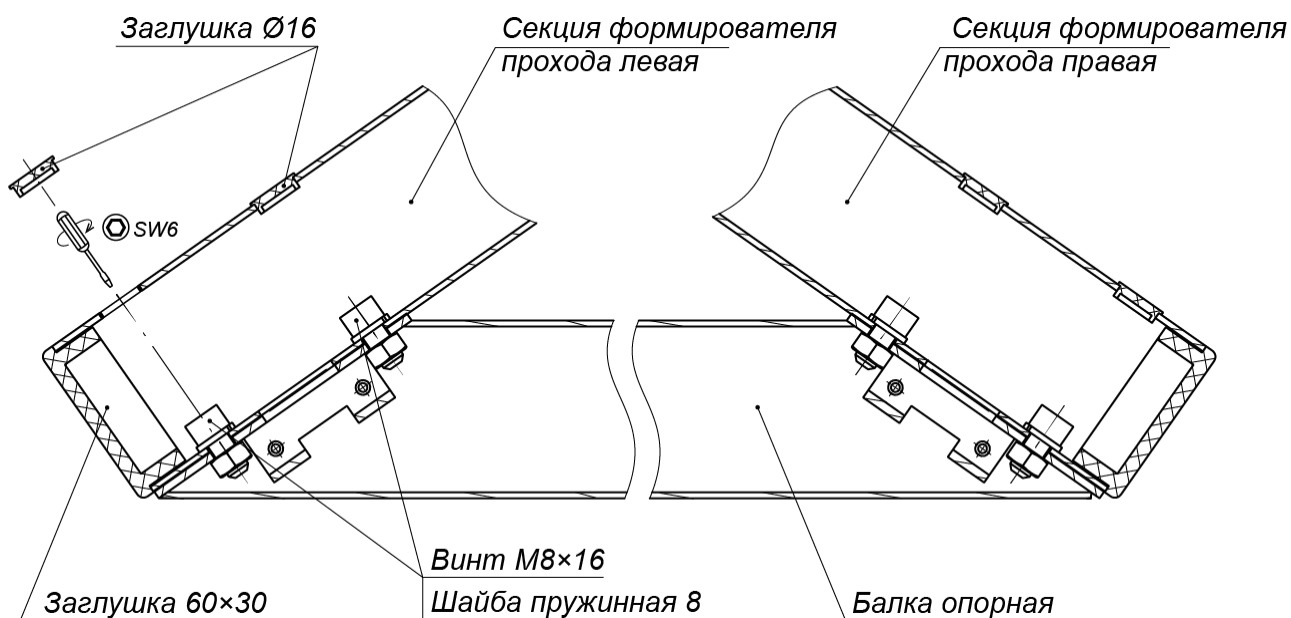
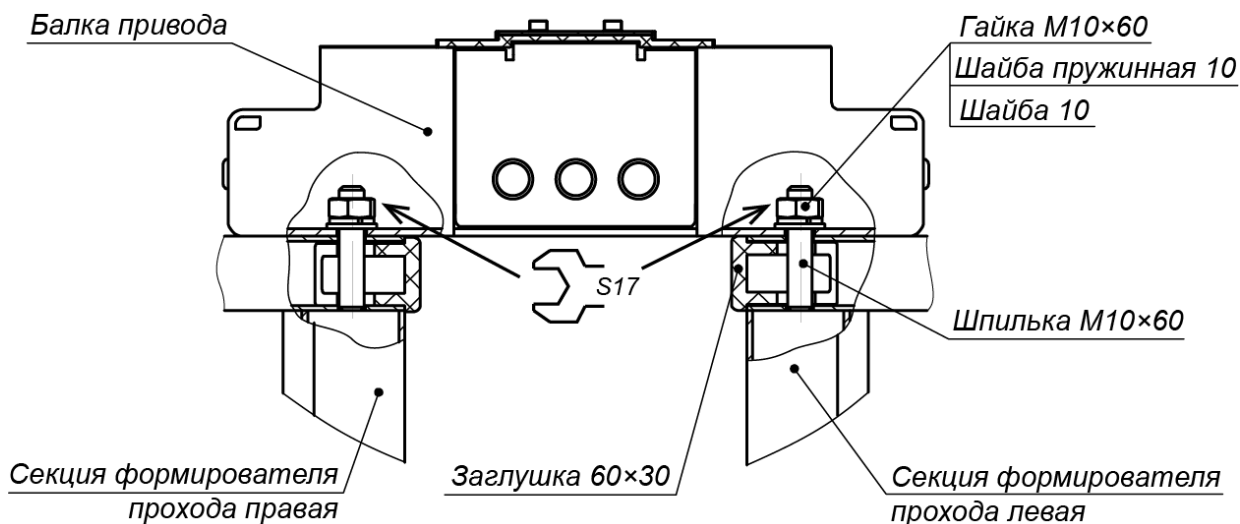

Рисунок 15. Крепление балки опорной к секциям формователя прохода
Рисунок 16. Крепление балки привода к секциям формователя прохода
- Установите секции (6) формователей прохода на установочную поверхность, ориентируя отверстия в опорных фланцах по расположению анкеров. При этом левая и правая секции каждого ИУ турникета должны быть правильно выставлены и сориентированы: блоки индикации формователей должны быть развернуты наружу (см. рис. 2) и учтено расположение на секциях мест крепления опорной балки (см. рис. 15).
14. Установите балки опорные (7) на секции (6) формователей прохода, каждую в следующем порядке (см. рис. 15):
15. Распакуйте балку привода (9) с крышкой (10) (ящик №1).
16. Произведите монтаж балки привода (9) (работайте вдвоем!):
- Снимите крышку (10) с балки привода (см. разд. 6).
- Используя две стремянки, осторожно установите балку сверху на турникет, при этом шпильки, расположенные на секциях (6) формователей прохода, должны попасть в соответствующие отверстия в балке. Будьте внимательны – не повредите соединительные кабели!
- Придерживая балку, осторожно приподнимите ее с одной стороны и пропустите концы кабелей индикации (14) из балки опорной (7) в соответствующие отверстия балки привода. Временно закрепите их внутри балки (к примеру, с помощью скотча). Те же самые действия произведите с другой стороны балки.
- Закрепите балку привода на секциях (6) формователя прохода четырьмя гайками M10 с шайбами (см. рис. 16), накрутив их на шпильки с помощью торцевого ключа S17. Затяжка гаек предварительная, для возможности регулировки положения.
- Проверьте вертикальность положения ротора с помощью уровня. При необходимости устраните отклонение от вертикальности путем смещения балки привода (9) в пределах допуска монтажных отверстий. Окончательно затяните все гайки и винты крепления балки привода.
20. Закройте пластиковыми заглушками Ø16 отверстия для винтов соединения секций ротора (2) и отверстия крепления балки опорной (7) к секциям (6) формователя прохода (см. рис. 15 и 19).